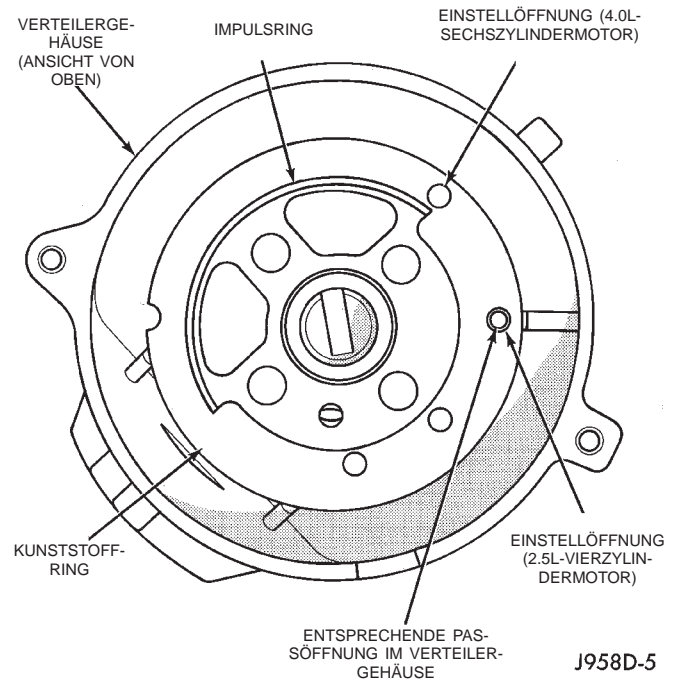

Abb. 35 Einstellöffnungen
(4) Wird der ursprünglich verwendete Zündverteiler wieder eingebaut, beispielsweise nach einer Überholung des Motors, so steht der Kunststoffstift nicht zur Verfügung. An seiner Stelle kann in diesem Fall ein Dorn oder Bohrer mit einem Durchmesser von ca. 5 mm (3/16 Zoll) verwendet werden.
(5) Den Nockenwellenfühler (CMP) nach oben aus dem Zündverteilergehäuse ziehen.
(6) Der Kunststoffring ist mit vier verschiedenen Einstellöffnungen versehen (Abb. 35). **Bei 2.5L-Motoren sind diese Öffnungen anders ausgelegt als bei 4.0L-Motoren (Abb. 35).**
(7) Verteilerwelle drehen und den 5-mm-Bohrer durch die jeweilige Einstellöffnung (Abb. 35) in die entsprechende Paßöffnung im Verteilergehäuse stecken. Hierdurch wird verhindert, daß sich die Verteilerwelle oder der Verteilerläufer drehen kann.